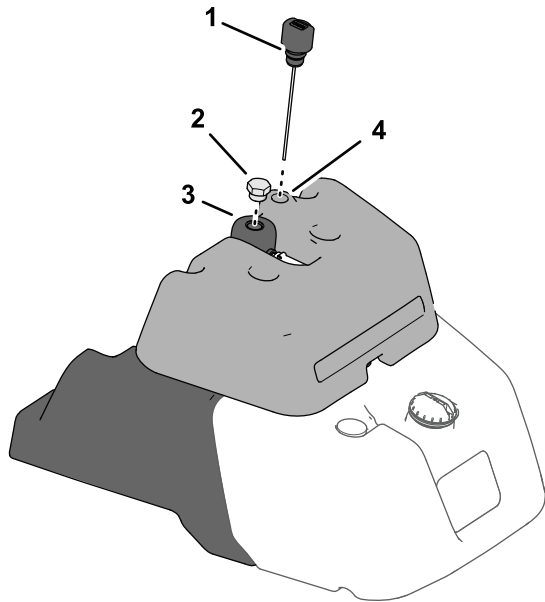

Bild 34
- Ist Ihre Maschine mit einer Benzinuhr an der Oberseite des Kraftstofftanks ausgerüstet, ermitteln Sie den Peilstab der Hydraulikanlage an der Oberseite des Ölleck-Warnsystembehälters (Bild 34) und fahren Sie mit Schritt 3 fort.